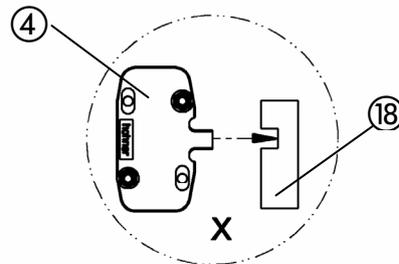

Abb. 19b
Beim Einbau des Heftkopfes mit dem Niederhalter (- Abb. 19b -) auf die richtige Platzierung des Mitnehmers ④ in die Nut des Antriebbalkens ⑱ achten (Ansicht "X").